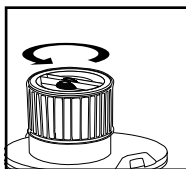

FIGURA 7
14. Para retirar el filtro para su limpieza, sostenga de nuevo la tapa del depósito y gire el retenedor del filtro en sentido contrario a las agujas del reloj para soltarlo y retirarlo. **FIGURA 7.**